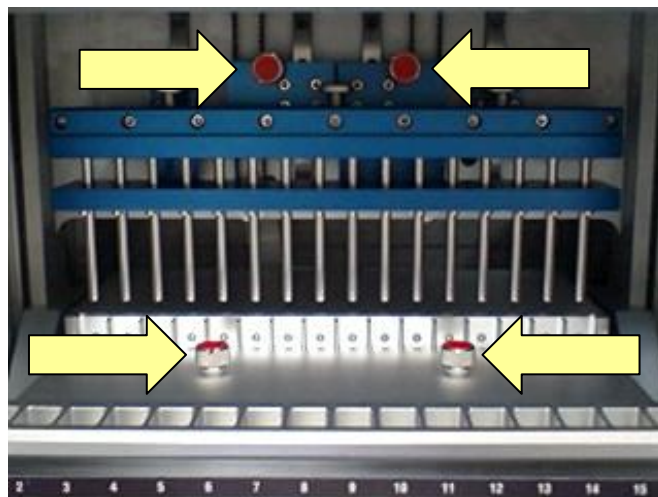
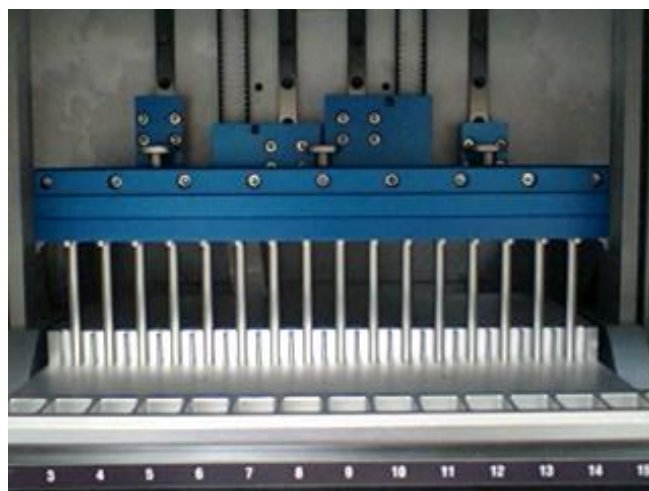

図1.
図2
2. ドアを開け、図1に示す4個の留め具をはずす。図2のようになる。